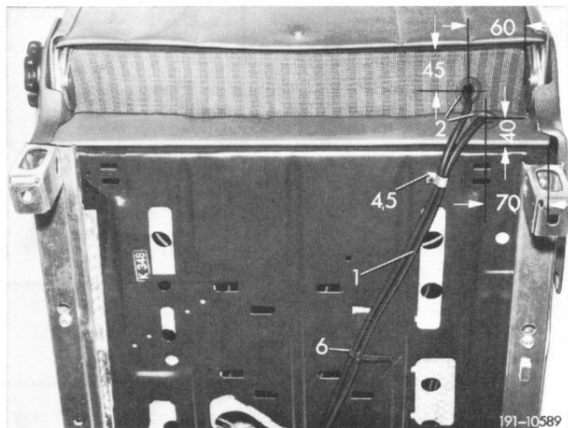

Bild 3
- 4 Bezüge teilweise an den Sitzkissen und den Lehnen montieren. Anschließend Löcher für die Ösen (2) nach Bild 3 anzeichnen und mit einem Locheisen von 18 mm Durchmesser Löcher in die Bezüge schlagen.
- 5 Ösen (2) mit den Scheiben (3) an den Bezügen der Sitzkissen und der Lehnen montieren.
- 6 Bezüge vollends montieren, dabei elektrische Leitungen von den Heizkissen (1) durch die Ösen (2) ziehen. Anschließend die den Heizkissen (1) lose beigelegten 2poligen Kupplungen montieren.
8 Elektrische Leitungen von beiden Heizkissen (1) mit den Teilen (4 bis 6) nach Bild 3 befestigen, dazu für die Blechschraube (5) ein Loch mit 3 mm Durchmesser in den Sitzkissenrahmen bohren.